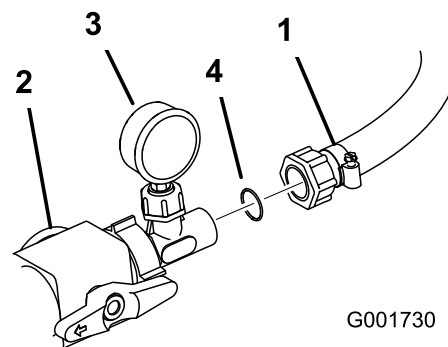

Figure 17
18. Posez un joint torique en plastique entre l'ensemble manomètre et le flexible raccordé au dévidoir. Raccordez le flexible à l'ensemble manomètre (Figure 17). Serrez l'écrou en plastique sur le flexible pour le fixer à l'ensemble manomètre.